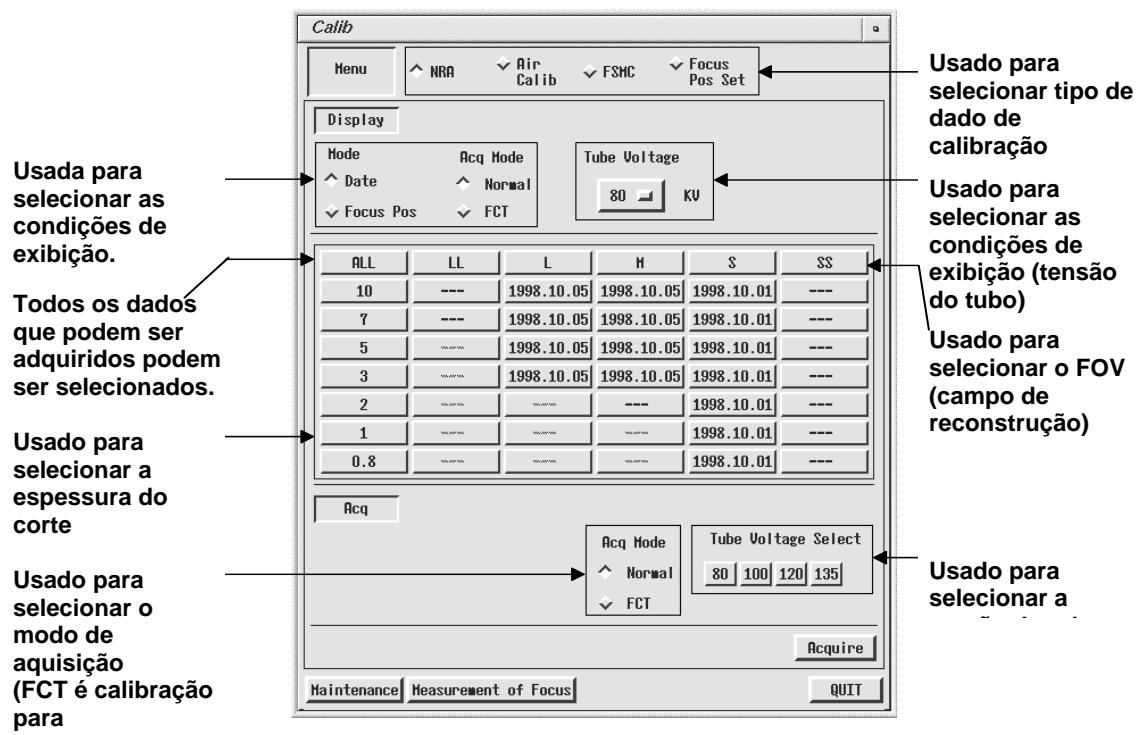

Figura 3.1-6 Janela de calibração
(2) A janela mostrada na figura 3.1-6 é exibida.